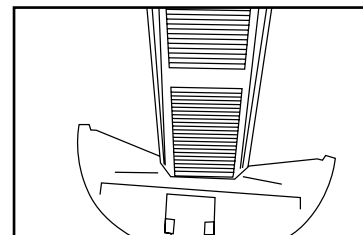

Fig. 2
2. Abra la placa hacia afuera hasta que las lengüetas de la parte inferior de la placa de la rejilla se deslicen fácilmente por la unidad. Fig. 2